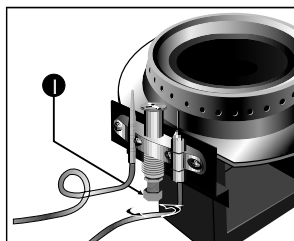

Figura 22
- Asegure nuevamente la tuerca de alimentación de gas al piloto. En esta operación debe emplearse sellante de traba química de fuerza media para evitar fugas cuando el producto opere con gas natural (Ver figura 22).